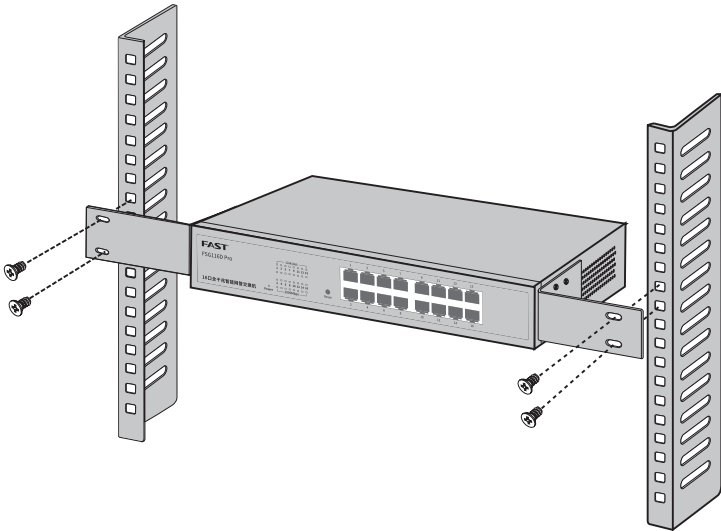

图3-3 交换机机架安装示意图
3. 然后再用螺丝钉把交换机固定在放置交换机的机架上, 如图3-3所示。